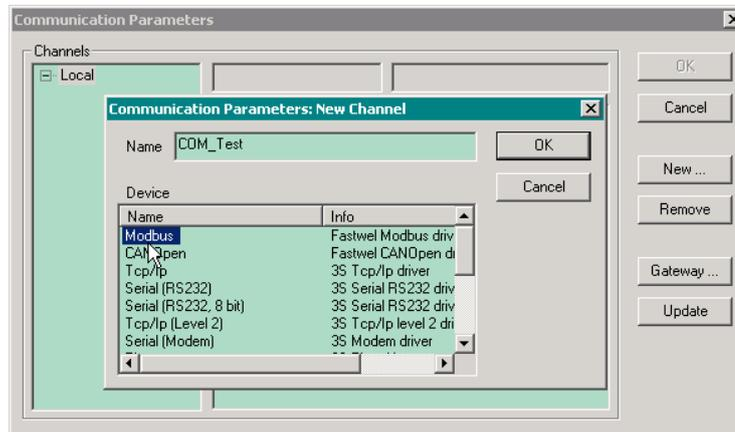
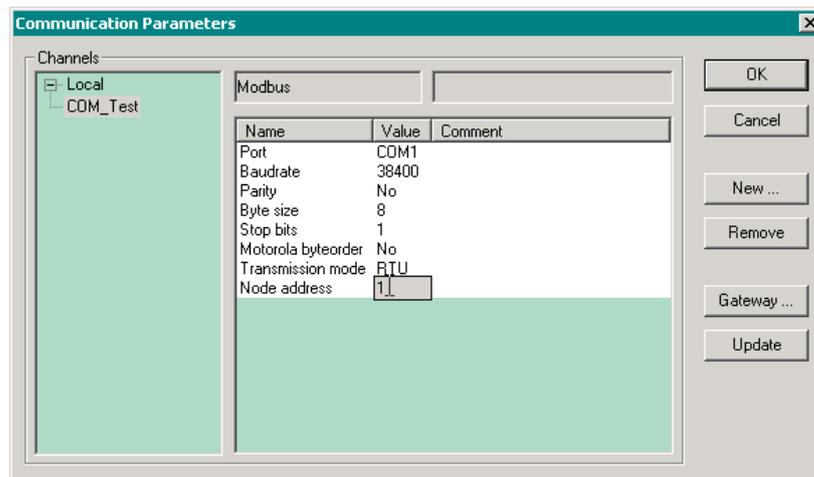

Рис. 48. Создание канала с использованием драйвера Fastwel MODBUS driver
Рис. 49. Настройка параметров канала
3. Для создания логического информационного канала нажмите кнопку **New** и в появившейся диалоговой панели введите имя создаваемого канала, а в списке **Device** выберите строку *Modbus: Fastwel Modbus driver*, как показано на рис. 48 и закройте диалоговую панель нажатием кнопки **OK**. В древовидном списке **Channels** диалоговой панели **Communication Parameters** появится элемент, соответствующий созданному каналу, а в таблице параметров канала справа – параметры созданного канала, как показано на рис. 49.